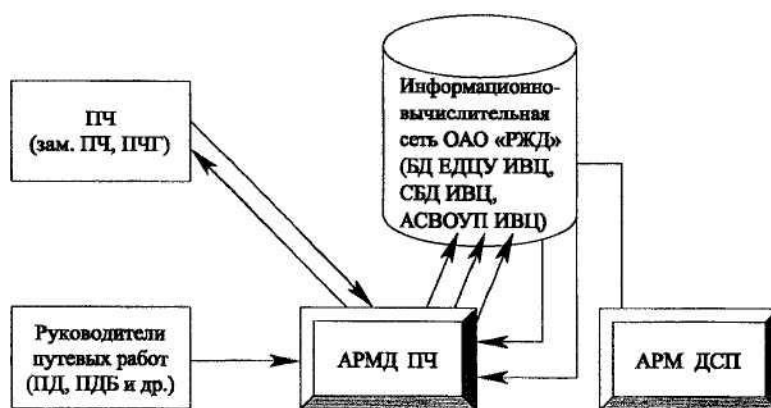

Рисунок 1 - Схема взаимодействия диспетчера ПЧ с другими участниками информационного процесса
**Задание:** вычертить схему взаимодействия диспетчера ПЧ с другими участниками информационного процесса (рисунок 1).
3. Вычертить схему взаимодействия диспетчера ПЧ с другими участниками информационного процесса и отобразить на ней задачи, решаемые с помощью АРМД ПЧ (рисунок 1).